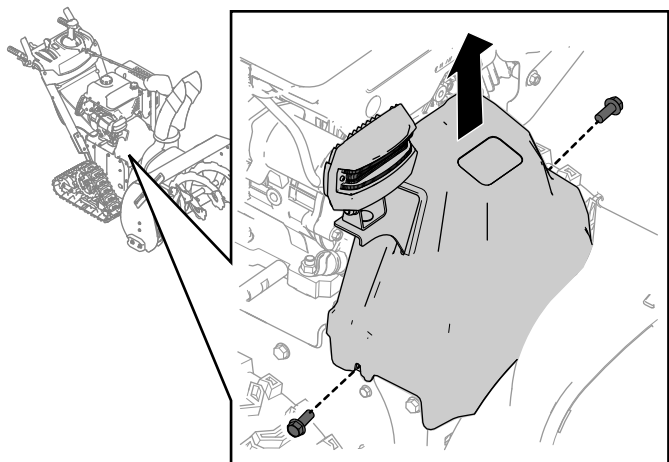

Figura 30
1. Retire los 2 tornillos que sujetan la cubierta de la correa (Figura 30).
2. Retire la cubierta de la correa (Figura 30).